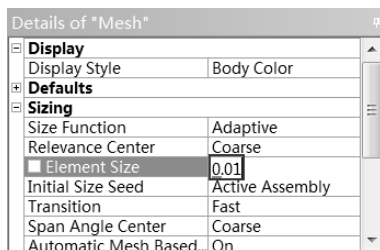

图 5-138 设置网格尺寸
Step7：在网格参数列表中选择 Details of “Mesh” 栏中的 Sizing 选项，在 Element Size 选项中输入 0.01，如图 5-138 所示。